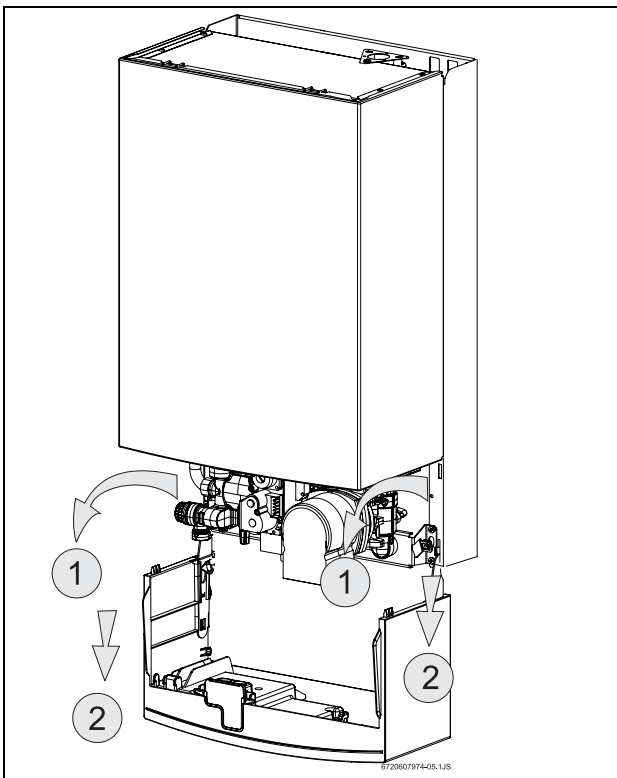

Fig. 10 Posição de serviço para acessibilidade à hidráulica e a eletrônica
- Para retirar completamente o painel de comandos estando posicionado segundo a Fig. 10, levante e puxe-o na sua direção.